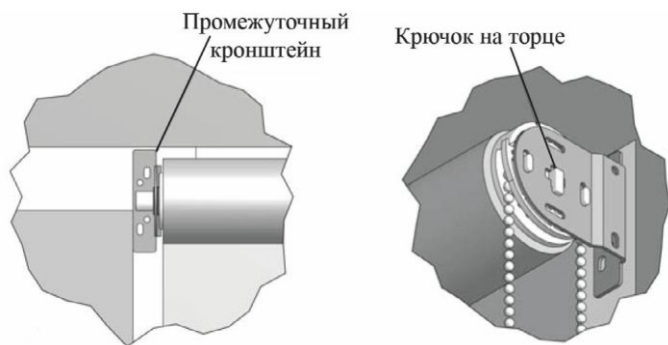

Рис.9. Установка правого изделия
4. Установить правое изделие в правый кронштейн таким образом, чтобы крючок на торце был направлен вертикально вниз (Рис.9), затем вставить его в промежуточный кронштейн.